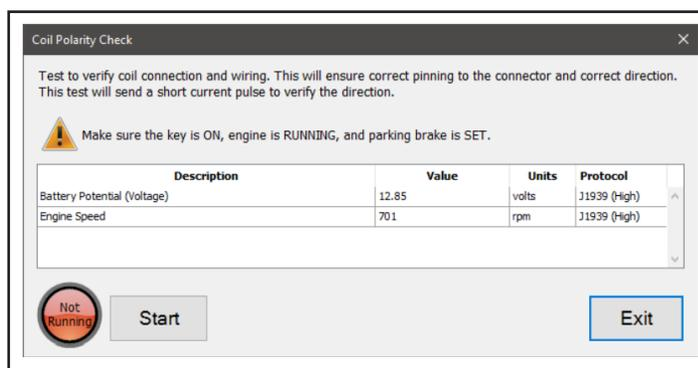

Figura 1 – Prueba de ajuste de presión
1. Seleccione *Pressure Trimming Test* (Prueba de ajuste de presión) y presione *Enter* (Ingresar) o el ícono *Start* (Iniciar). Se mostrará el cuadro de diálogo de la prueba. Consulte la figura 1.